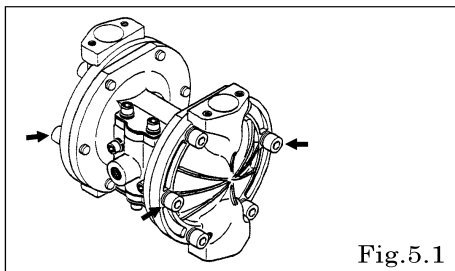

Fig.5.1
- ・アウトチャンバー取付ボルト 12 か所を外し、アウトチャンバーを取り外す。〔Fig.5.1〕